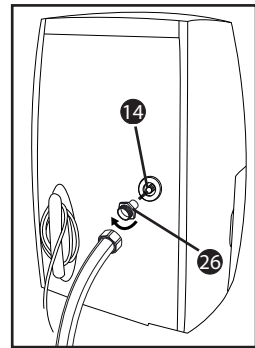

Abb. 4
- ◆ Schrauben Sie, bei Verwendung des EU-Gartenschlauch-Adapters **26**, nun einen Gartenschlauch auf den EU-Gartenschlauch-Adapter **26** (siehe Abbildung 4).